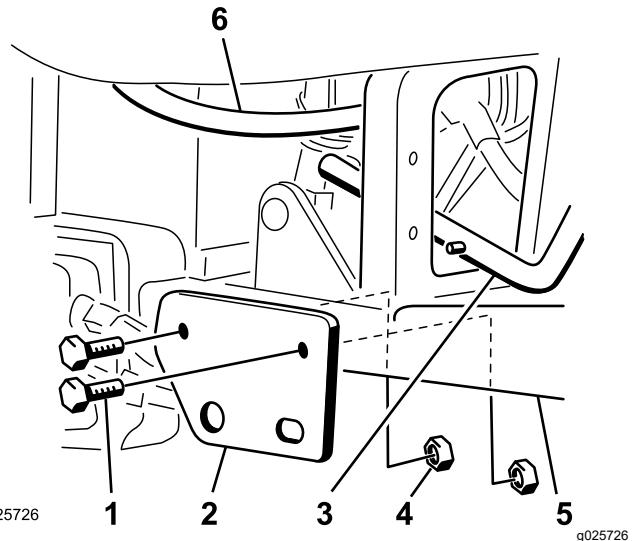

Figura 2
5. Instale el soporte de montaje de la palanca de elevación del escarificador en los tubos del reposapiés derecho con 2 pernos (1/2" x 3 1/4") y contratuerca fina (1/2"), como se muestra en la Figura 2.
Nota: Debe haber un espacio mínimo de 3 mm (1/8") entre el tubo hidráulico y el conjunto de la palanca de elevación. Coloque el tubo hidráulico con cuidado en la posición correcta (Figura 2).